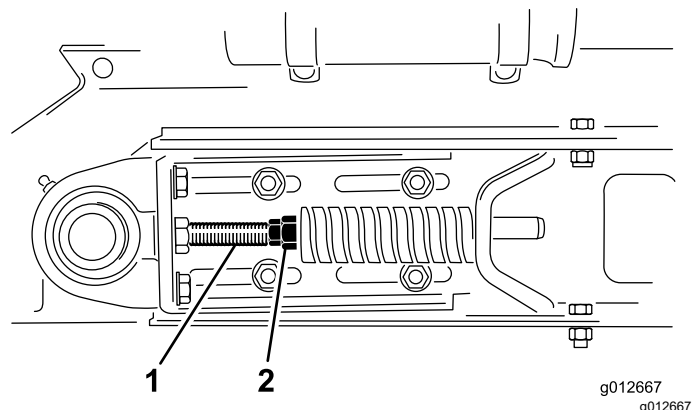

Figure 30
1. Desserrez les écrous de blocage avant et arrière sur la tige de tension pour détendre le ressort (Figure 30).